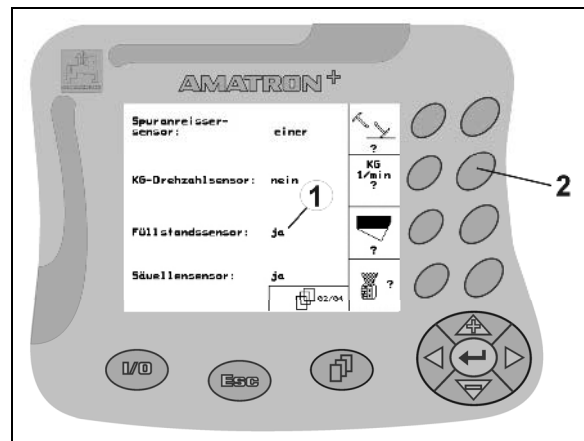

Fig. 17
- Trykk på funksjonstasten (Fig. 17/2) en gang.
- Funksjon **Ja** (Fig. 17/1).